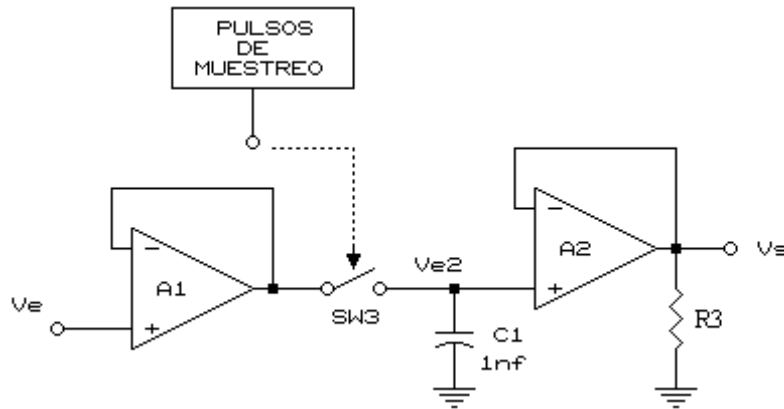

Figura 3.3
1. Arme el circuito de la figura 3.3.